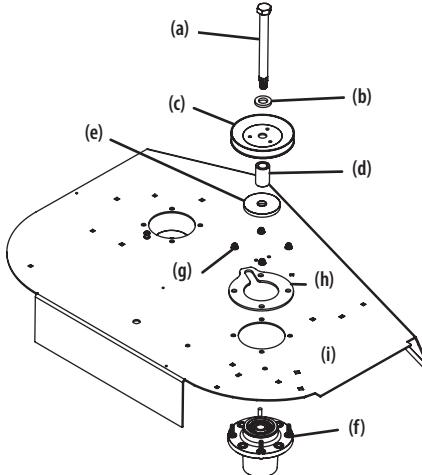

Figura 46
- Retire el perno hexagonal (a), la arandela (b), la polea (c), el separador (d) y la arandela de protección (e) del conjunto del husillo (f) (Figura 46).
- Retire las cuatro tuercas de seguridad bridadas (g) y la placa de soporte (h) que fijan los conjuntos del husillo (f) a la plataforma (i) (Figura 46).
- Invierta los PASOS 4 - 5 para instalar el conjunto del husillo. Cuando instale el nuevo conjunto del husillo, asegúrese de instalar los elementos de ferretería exactamente como se muestra en la Figura 46. Ajuste las tuercas de seguridad bridadas en 21-32 pies-libras (28.47-43.39 N·m).